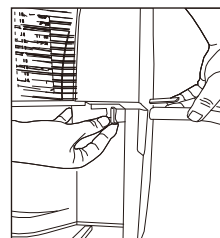

Fig.10b
- Vissez le tuyau d'arrosage sur la partie fileté du plateau sous l'ouverture du contenant (fig. 10b).